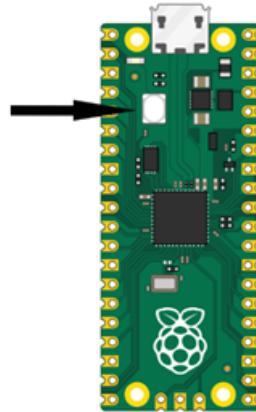

Figura 2 Botón BOOTSEL.
1. Para poder utilizarlo tenemos que actualizar el firmware del Raspberry y lo primero es entrar en modo actualización, para ello mantenemos presionado el botón **BOOTSEL** de la Raspberry antes de conectarlo al PC y una vez conectado al PC soltamos el botón (ver Figura 2).